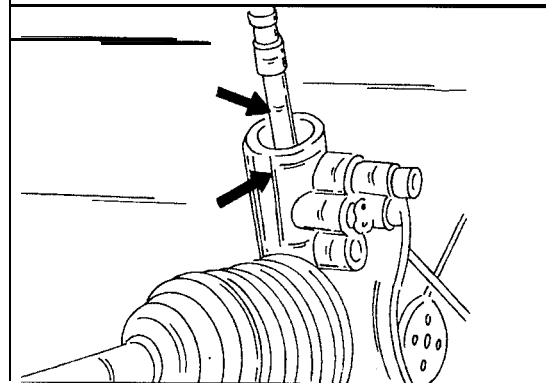

Bild 301
- Ehe die Lenkung eingebaut wird, die Welle des Lenkgetriebes vollkommen in einen Anschlag drehen (bis sie sich nicht mehr weiterdrehen lässt) und aus dieser Stellung bei Zählung der Umdrehungen in den gegenüberliegenden Anschlag drehen. Die Lenkwelle jetzt genau um die Hälfte der gezählten Umdrehungen zurückdrehen. Wenn die genaue Mittelstellung erhalten wurde, stehen sich die Markierungen am Lenkungsgehäuse und der Lenkritzelwelle gegenüber, wie man es in Bild 301 sehen kann.